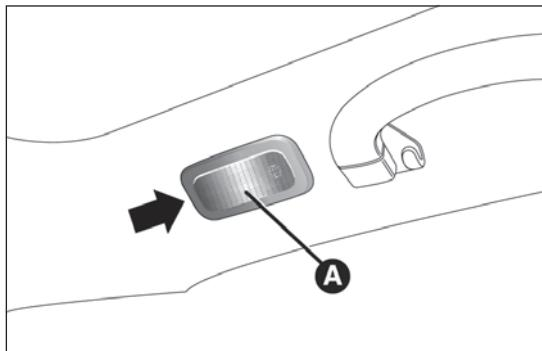

fig. 196
- agire nel punto indicato dalla freccia e rimuovere la plafoniera A fig. 196;
- rimontare la plafoniera A fig. 196 inserendola nella sua corretta posizione prima da un lato e quindi premendo sull'altro lato fino ad avvertire lo scatto di bloccaggio.